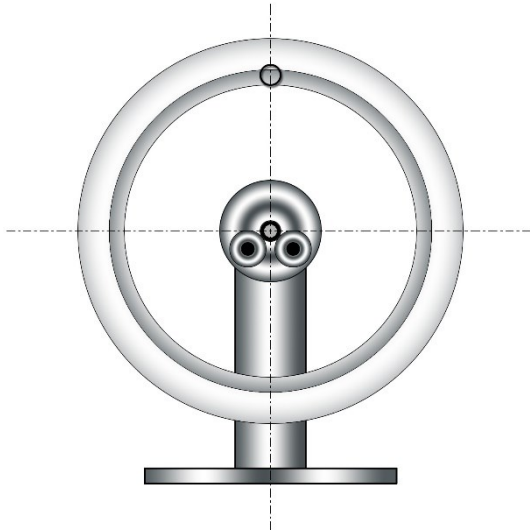

Figure 1 : Jante de repos sans pneu
Abb./Afb./Avb./Fig. 1
3. Lorsque la jante s'arrête, le point le plus léger est en haut (voir Fig. 1).
4. Pour les étapes à suivre, il est utile de marquer le point le plus léger (point sur la Fig. 1 ci-dessus). Pour cela, vous pouvez utiliser de la craie à l'huile ou du ruban adhésif.